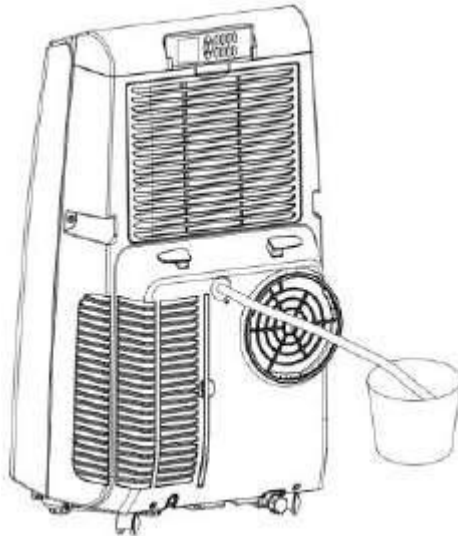

Figura 2
2. **Drenare continuă** (aplicabil pentru modurile de răcire și dezumidificare), după cum se arată în Figura 2: